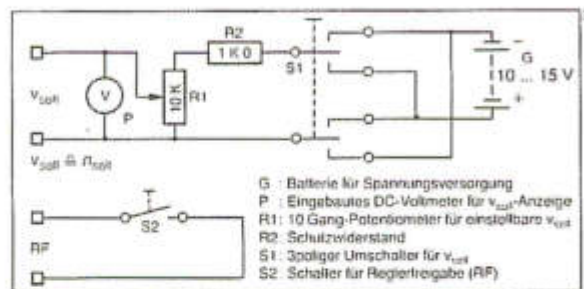

Abb. 10: Batteriespeisegerät
- Batteriespeisegerät für einstellbare Sollwertvorgaben bis ± 10 V (siehe Abb. 10).